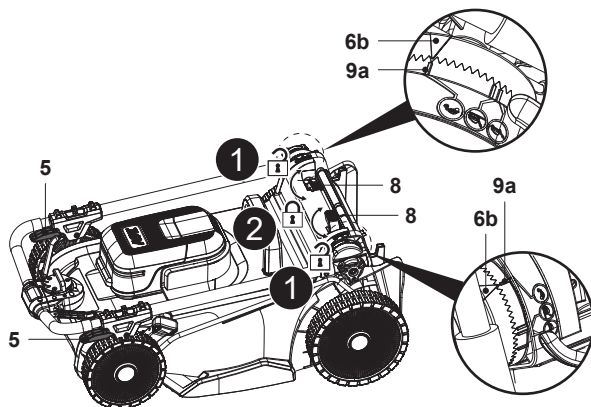

Fig. 26
9. Para poupar espaço, também pode abrir as duas alavancas de bloqueio (5) e inserir por completo a pega superior até parar, fixar as ligações (5, 8) e assegurar-se de que o triângulo de indicação (6b) está alinhado com o indicador de estacionamento (9a) para evitar a dispersão (Fig. 26).